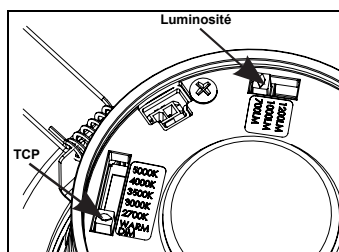

Figure 4
Étape 4. Sur le luminaire, sélectionnez la TCP et la luminosité désirées (Fig. 4) en soulevant le cache et en utilisant les (2) interrupteurs fournis. Le réglage d'usine pour la TCP est de 3 000 K et de 1 000 lm pour la luminosité.